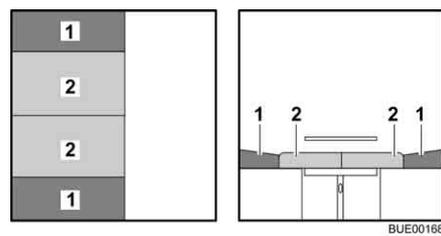

Bild 91 Nach dem Umbau
- Die Sitzpolster (Bild 91,2) zur Mitte ziehen.
- Die Rückenpolster (Bild 91,1) zwischen die Sitzpolster und die Wand legen.